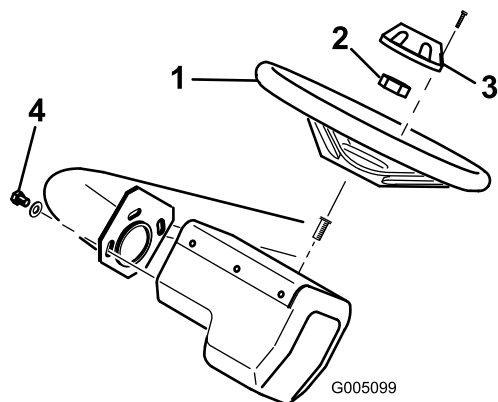

Figura 7
1. Deslice el volante sobre la columna de dirección y fíjelo con la contratuerca (Figura 7). Apriete la tuerca a 43 Nm.
2. Sujete el embellecedor al volante con el tornillo (Figura 7).
Nota: El volante puede ajustarse hacia adelante y hacia atrás para mejorar el confort del operador, aflojando los tres tornillos de montaje, moviendo el volante a la posición deseada, y apretando los tornillos (Figura 7).